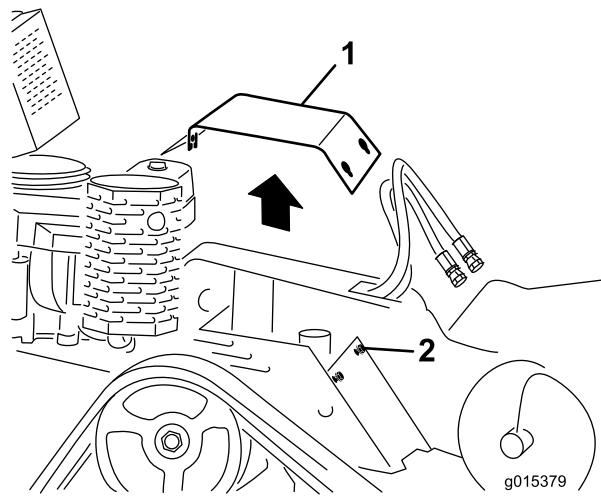

Bild 25
3. Lösen Sie die 3 Schrauben, mit denen die Abdeckplatte am Rahmen befestigt ist, bis die Abdeckung nicht mehr befestigt ist (Bild 25).
2. Schieben Sie die Abdeckplatte in die richtige Stellung und befestigen Sie mit den 3 vorher gelösten Schrauben (Bild 25).